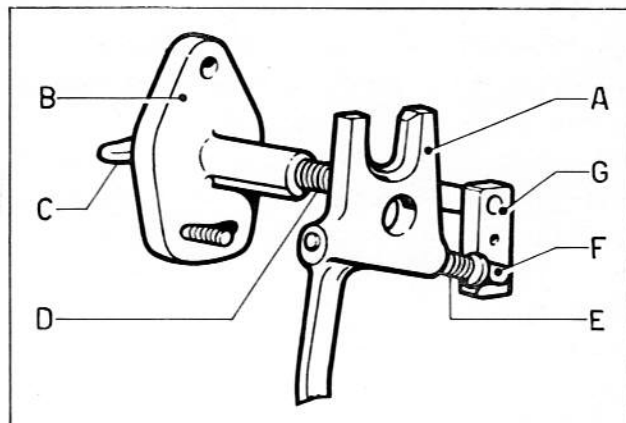

Fig. 38
Le moteur étant en marche, la came (G) (fig. 38), limite la course du levier de commande de la pompe d'injection (A), actionné par le régulateur suivant la position du support réglable (B) (voir chapitre "montage"). Au démarrage, en tirant le dispositif de supplément (C), la came est déplacée vers l'extérieur, permettant au levier (A) d'effectuer la totalité de la course et à la crémaillère de la pompe d'injection de fournir le débit maximum. Après le démarrage, le régulateur ramène le levier (A) en arrière et la came (G) revient automatiquement à la position normale, sous la poussée du ressort (D). L'arrêt s'obtient en tournant à gauche le dispositif (C), de ce fait la came pousse le levier jusqu'à la position de débit nul de la pompe.
Le correcteur de couple est logé dans le levier de commande de pompe, il est constitué par un ressort taré (E) (fig. 38) et par un palpeur (F), qui, à la puissance maximum, appuie sur la came limiteur de couple (G).